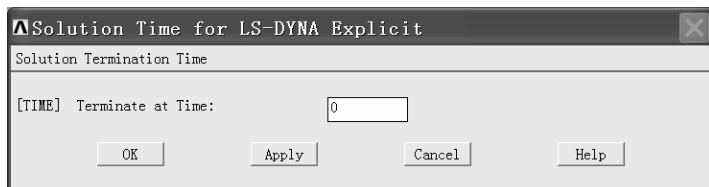

图 4-83 “Solution Time for LS-DYNA Explicit” 窗口
(1) 依次选择 Main Menu>Preprocessor>Solution>Time Controls>Solution Time，弹出“Solution Time for LS-DYNA Explicit”窗口（见图 4-83）。